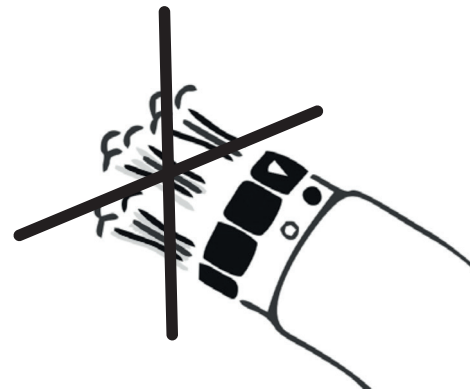

Fig. 25 Mode Transport
- ❖ Déconnecter la borne du connecteur d'air et tourner le bout et le corps en directions opposées jusqu'à ce que le symbole rouge ▲ et le symbole noir ● soient alignés de sorte que l'air arrête de s'échapper. (voir Fig. 25)